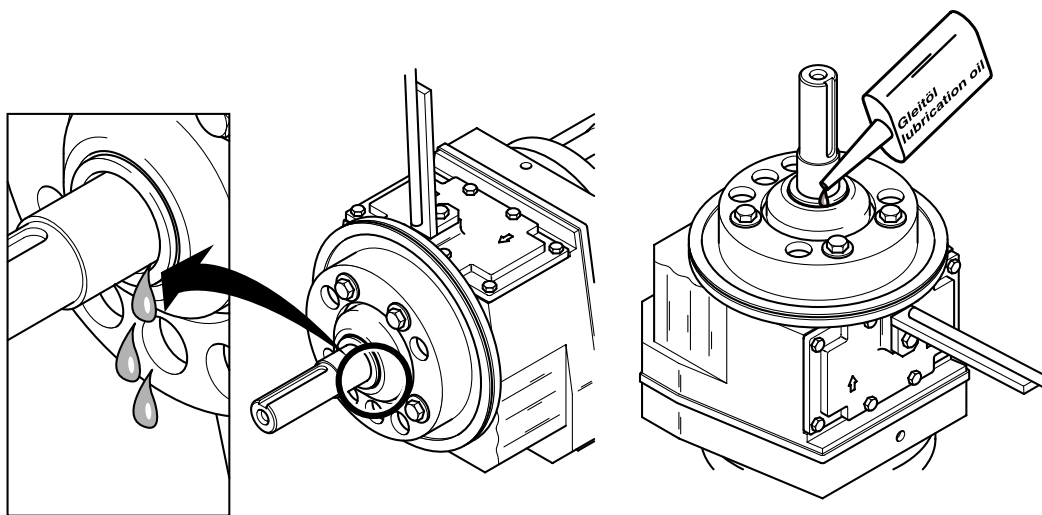

Bild 16 Ölfüllung und Ölwechsel
HINWEIS Der SB/XSB sollte senkrecht stehen, (siehe Bild 16) damit das Öl beim Abziehen des rotierenden Teils der Gleitringdichtung nicht unkontrolliert auslaufen kann.
- SB/XSB 900 - 2500 senkrecht stellen (wie zum Befüllen in Bild 16 dargestellt) und gegen Kippen sichern.
HINWEIS *Der XSB sollte senkrecht stehen, (siehe Bild 16) damit das Öl beim Abziehen des rotierenden Teils der Gleitringdichtung nicht unkontrolliert auslaufen kann.*
- XSB senkrecht stellen (wie zum Befüllen in Bild 16 dargestellt) und gegen Kippen sichern.
- Öl durch den Wellenspalt *gemäß Bild 16* in ein geeignetes Auffanggefäß (min. 0,5 Liter) ablassen. Dabei die Motor und Getriebeeinheit leicht kippen um das Gleitöl vollständig ablassen zu können.
- Das Befüllen geschieht in gleicher Weise, wie zuvor das Ablassen, durch den Wellenspalt (zwischen Gegenring und Welle) *gemäß Bild 16*.